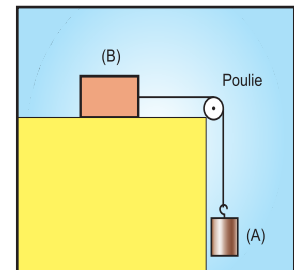

Fig. 22
4- Deux solides (A) et (B) de masses m et M sont reliés entre eux par un fil inextensible passant sur une poulie (Fig.22). Le solide (A) descend d'une hauteur h . Le solide (B) glisse sur le plan horizontal.
- a- Le travail du poids de (A) est-il moteur , résistant ou nul ? Justifier la réponse
- b- Mêmes questions pour le poids du solide (B).
- c- Exprimer le travail du poids de (A) en fonction de h .